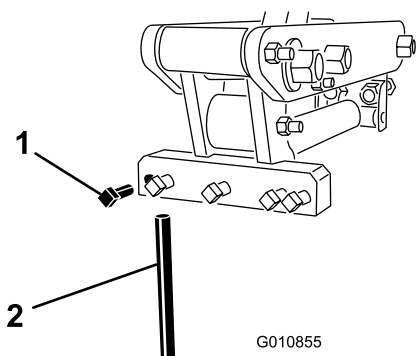

Figura 24
3. Afloje los pernos de sujeción y retire los taladros usados (Figura 24).